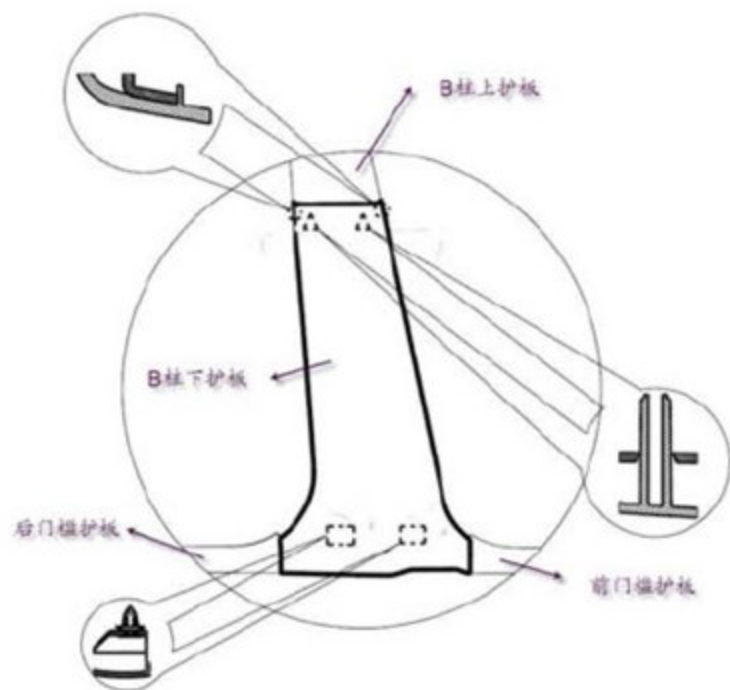

图 4 B柱下护板拆卸过程
在与上护板配合处用双手在图 4 卡脚处往外掰使其上端与上护板分离，然后使用缠有保护胶带的一字螺丝刀在图 4 卡扣处沿与钣金垂直的方向往外撬出底边使其与钣金分离即可拿下 B 柱下护板。注意：B 柱上护板与 B 柱下护板之间通过卡脚配合。
- 2) 把四个塑料卡扣从钣金中拆出，卡扣固定点的位置如图 4 中所标示。